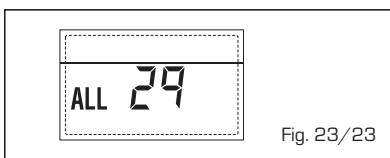

Fig. 23/23
- **ANOMALIA SONDA RETORNO AQUECIMENTO "ALL 30"** (fig. 23/24)